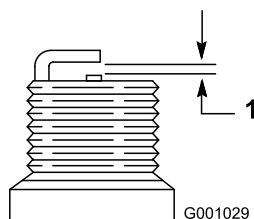

Figure 45
7. Réglez l'écartement des électrodes de la nouvelle bougie à 0,76 mm (Figure 45).